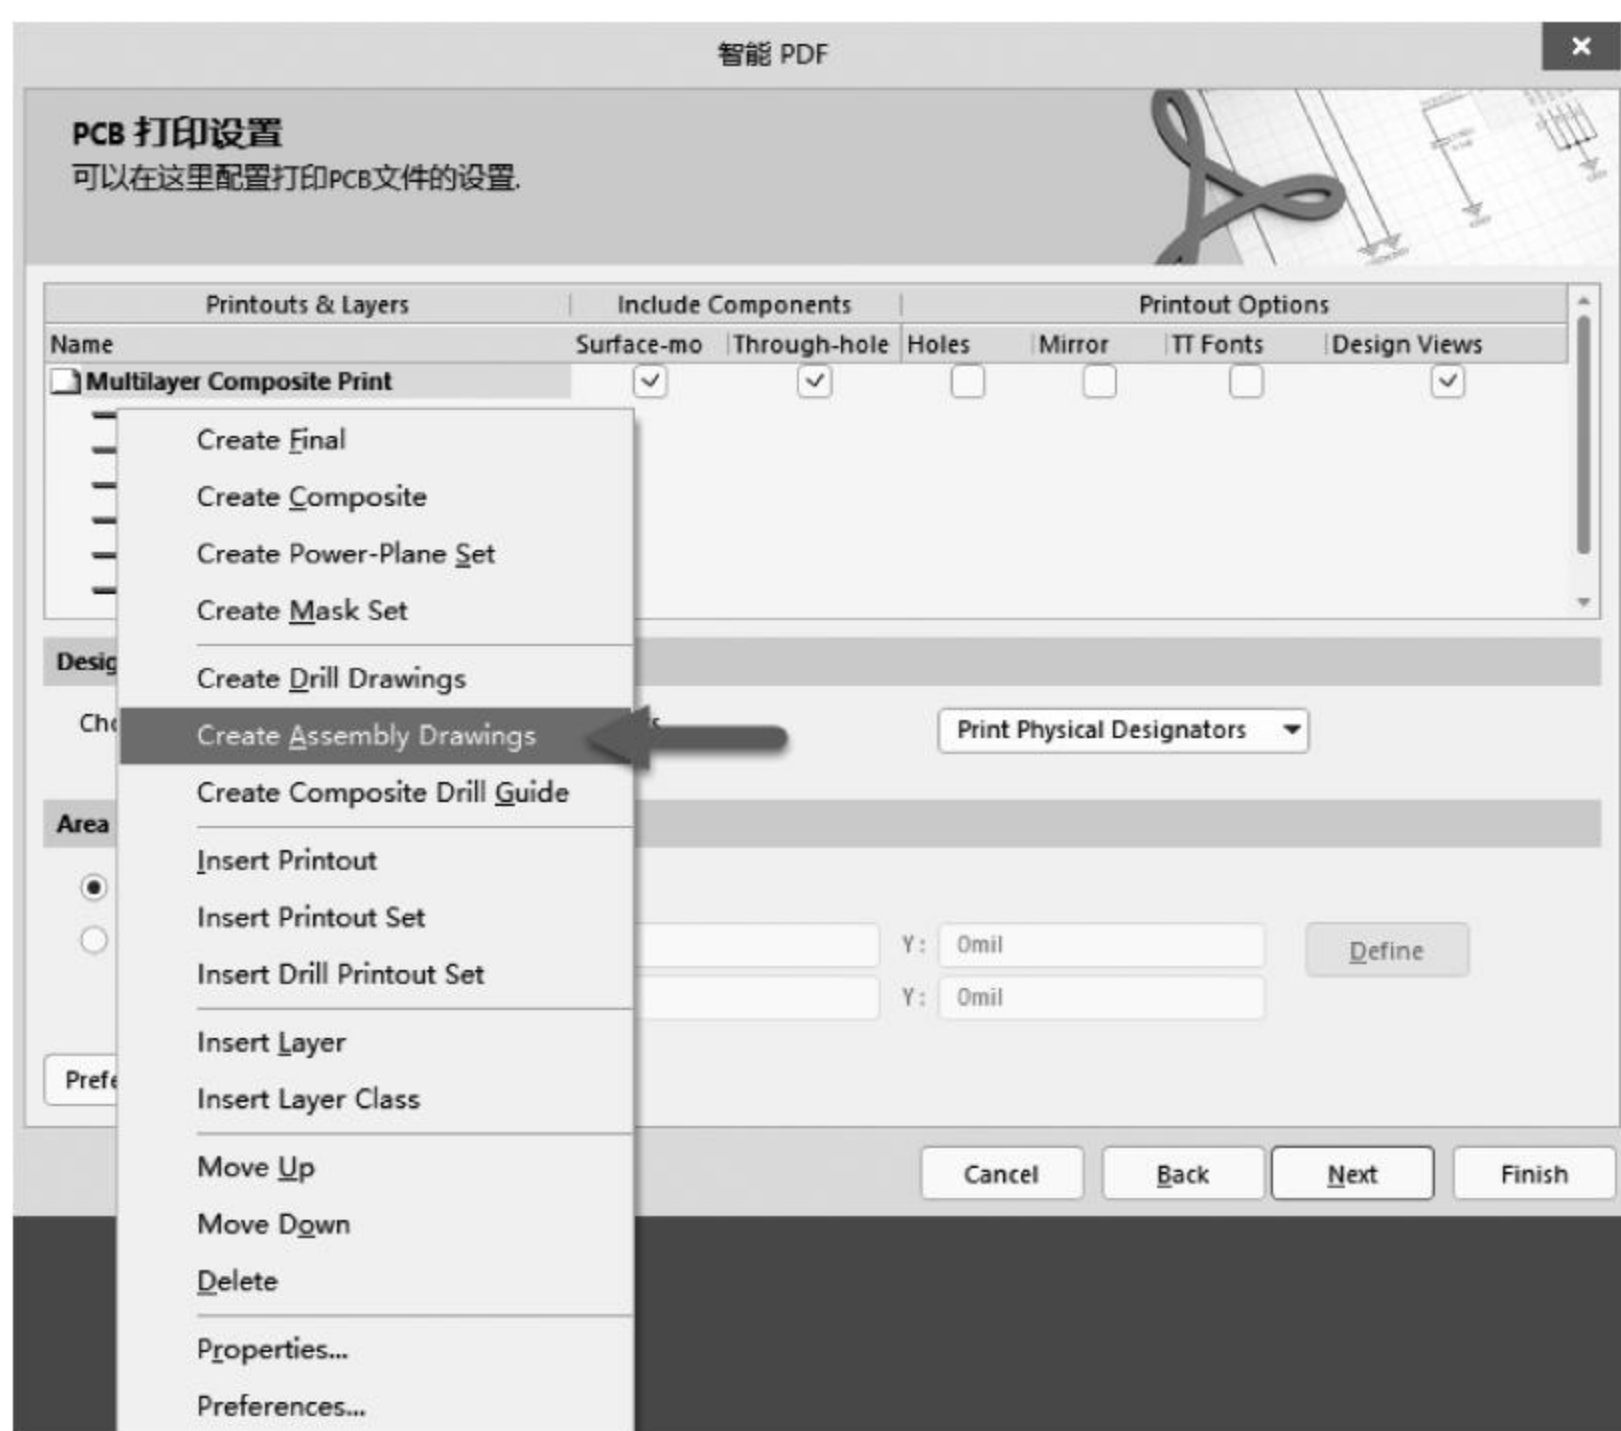
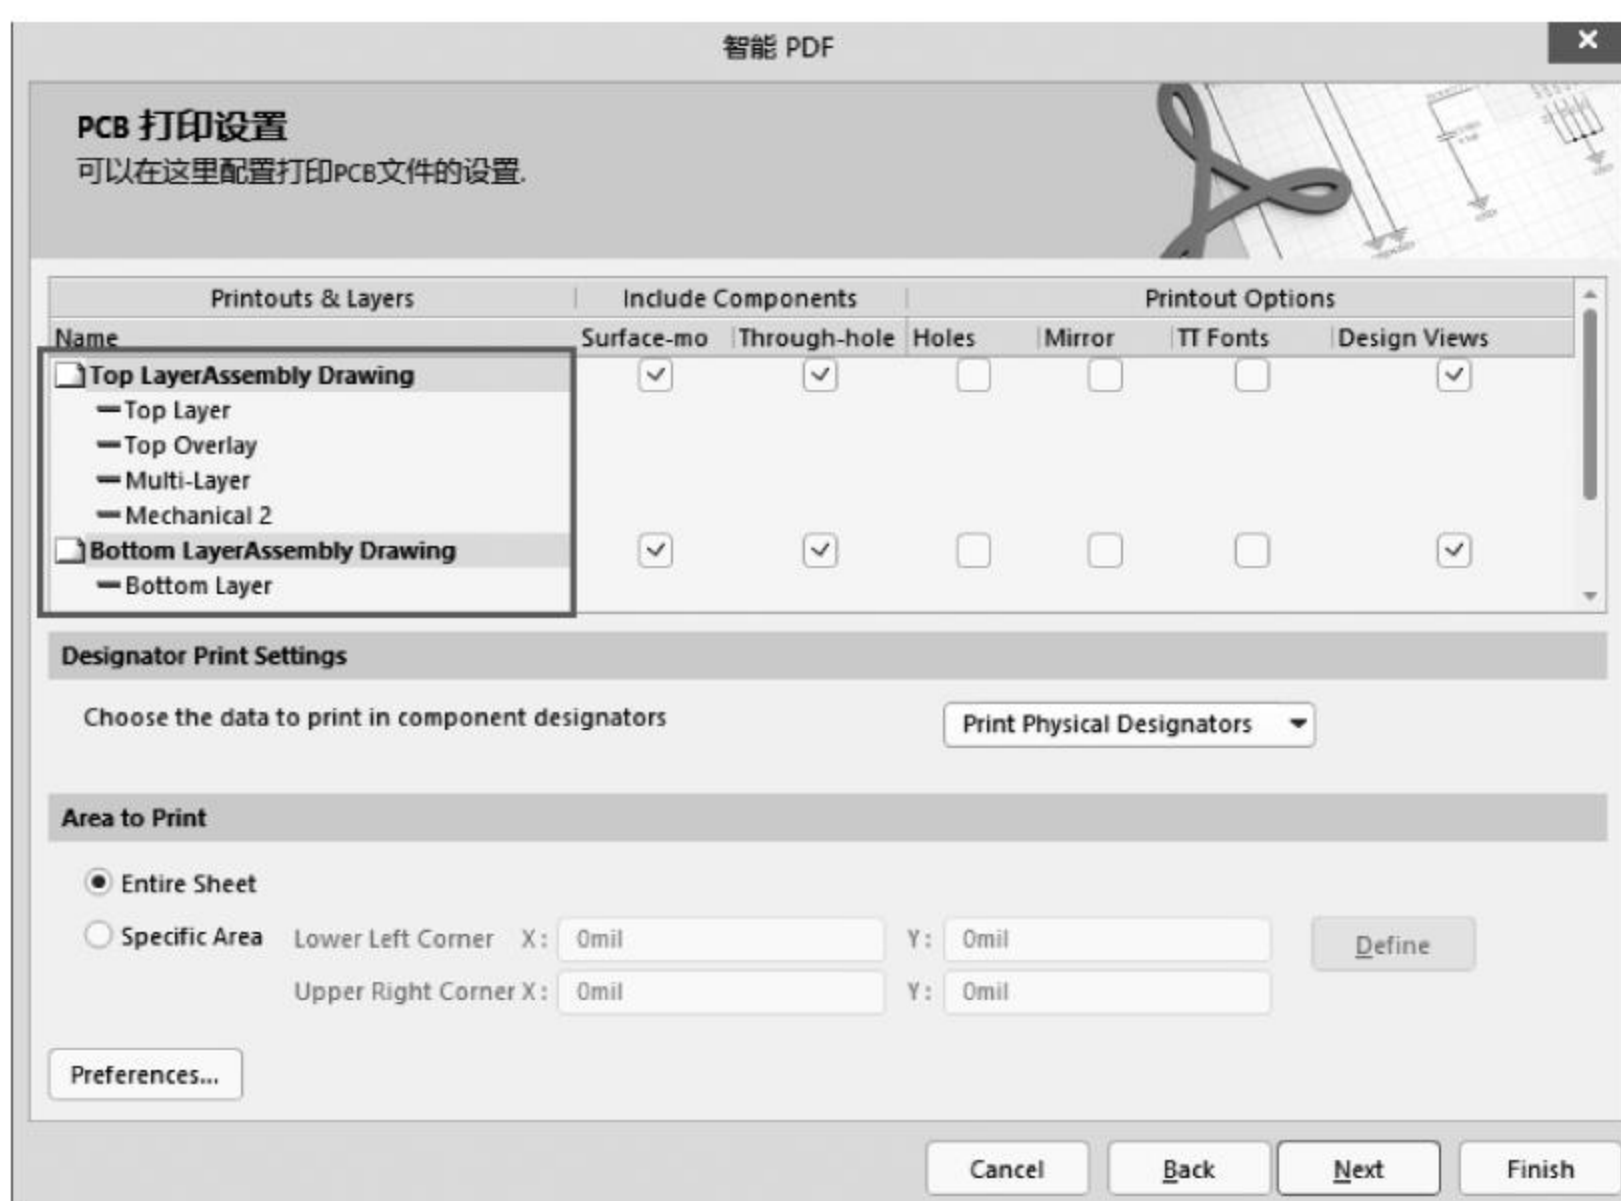

图 6-28 PCB 打印设置
图 6-29 修改后的打印设置效果
(8) 弹出“PCB 打印设置”界面,在 Multilayer Composite Print 处单击鼠标右键,在弹出的快捷菜单中执行 Create Assembly Drawings 命令,如图 6-28 所示。效果如图 6-29 所示,可以看到 Name 下面的选项有所改变。